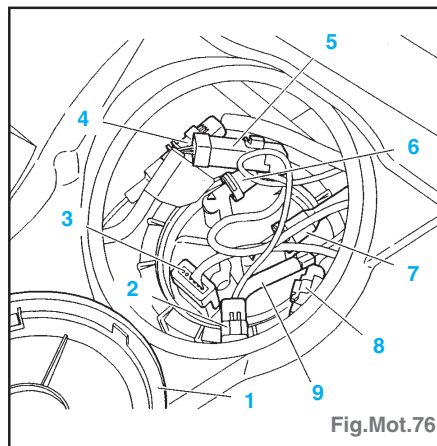

Fig.Mot.76
- Déposer l'obturateur (1), déconnecter et écarter les connecteurs (2, 3, 4, 5 et 8), désaccoupler les tubes (6, 7 et 9) (Fig.Mot.76).